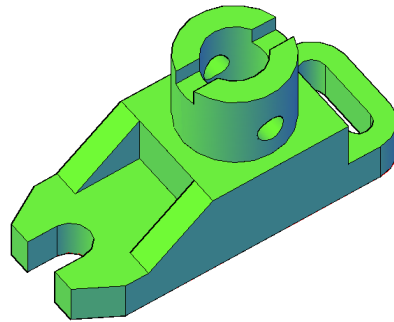

Рис. 43
**Задание.** Для представленной электронной модели детали (рис. 43) требуется: